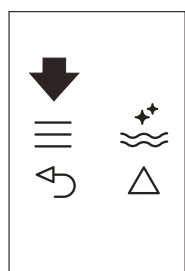
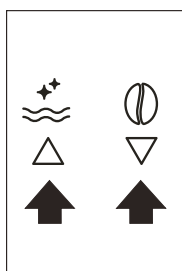

Fig. 22
Fig. 9
- ▶ Prima o ícone ≡ (B2) para aceder ao menu (Fig. 22) ou prima os ícones △ ▽ (B7) e (B8) (Fig. 9) até aparecer "PROGRAM HOT WATER" (PROGRAMAR ÁGUA QUENTE).